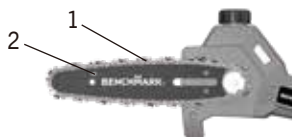

FIG. 5
3. Étalez la chaîne de scie (1) en une boucle. Utilisez le symbole graphique situé sous le couvercle du pignon comme guide pour déterminer le sens de déplacement correct de la chaîne (2) (Fig.5).
- B) Nettoyer la zone autour du bouchon du réservoir d'huile de chaîne (1) (Fig.5).
- E) Retirez le capuchon (2) (Fig.5). Remarque : pour éviter de le poser sur une surface sale et/ou de l'égarer, il est attaché à l'outil par une ficelle.